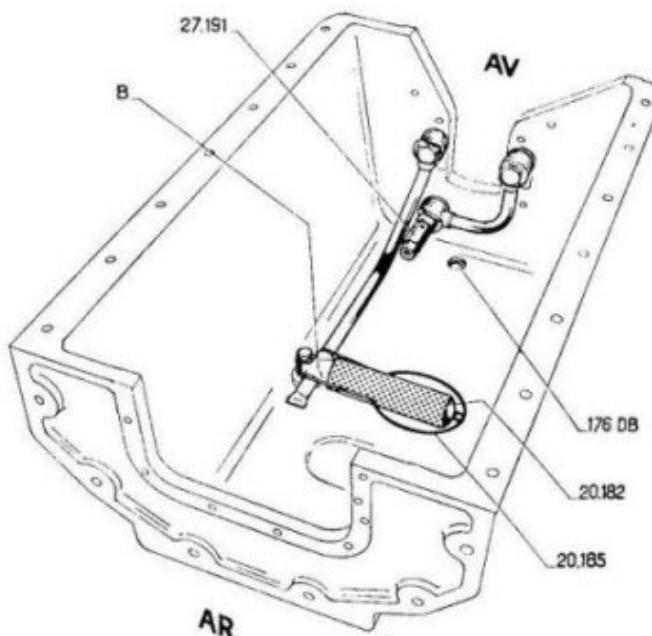

Figure 8. — Bac à huile - Crête - Clapet de décharge.
a) Accès au bouchon de vidange (voir figure 8).
c) Démontage de la crête d'aspiration d'huile (voir figure 8)
Clapet décharge (voir Figure 8)